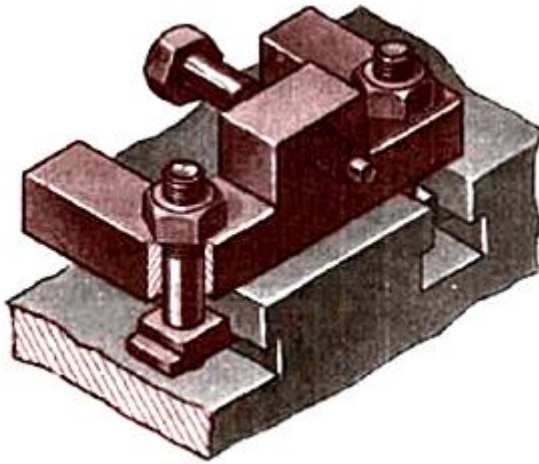

Рис. 1. Сборочный чертеж и наглядное изображение упора
- чертеж детали «Корпус» рис.1